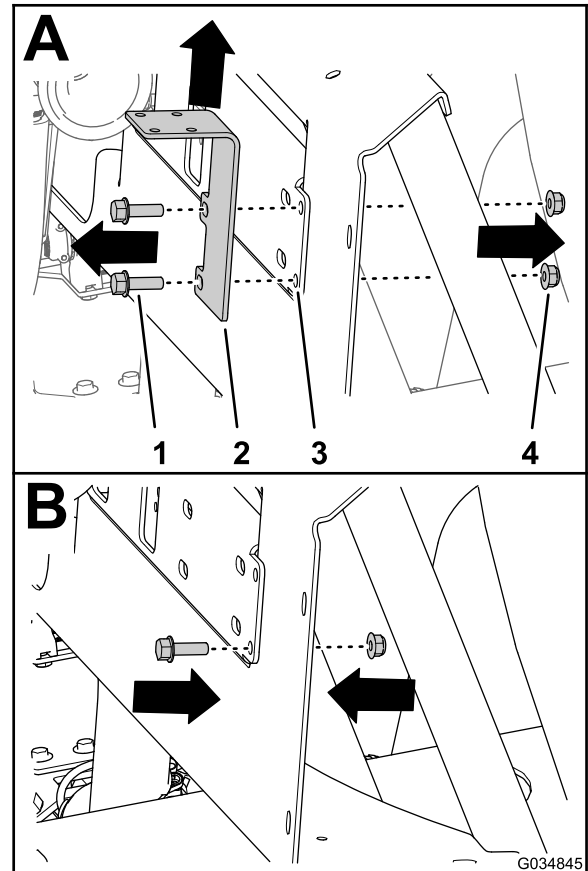

Figura 54
5. Retire los 2 pernos con arandela prensada ( $\frac{5}{16}$ " x 1") y las 2 contratuercas con arandela prensada ( $\frac{5}{16}$ ") que fijan el soporte de sujeción de la válvula de cierre del desvío al bastidor del distribuidor (Figura 54, A) y retire el soporte de la válvula de cierre.
6. Monte un perno con arandela prensada (5/16" x 1") y una contratuerca con arandela prensada (5/16") en el soporte del distribuidor (Figura 54, B) en la posición inferior del soporte de la válvula de cierre que retiró en el paso 5.